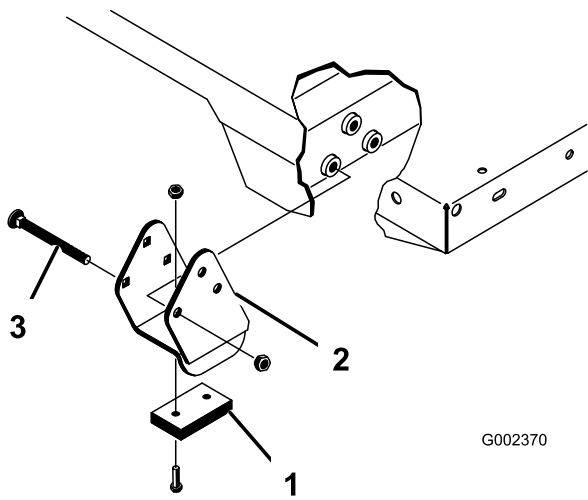

图25
确保隔片支架和耐磨块（图25）按照托架螺栓头朝向机器内侧的方式进行安装。
2. 小心将货斗放到机架上，将后货斗枢轴板孔与后机架槽中的孔对齐，然后安装 2 个柱销和保险销（图 25）。
4. 从货斗外侧插入柱销，让保险销朝向外侧（图25）。